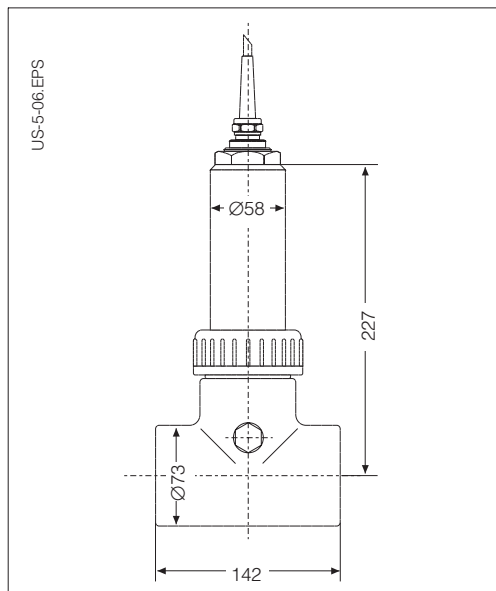

Fig. 3.4 CUA 250-B avec accord à coller DN 63
- La tête d'injection CUR 3-1 est vissé dans la chambre de passage CUA 250 à la place de la vis d'obturateur (voir fig. 3.4).